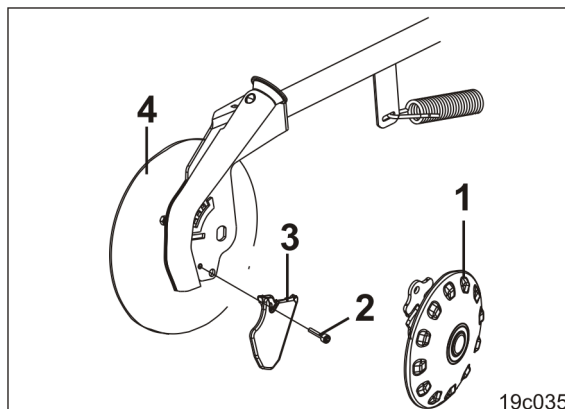

Рис. 119
1. Снимите пластиковый диск (Рис. 119/1) (см. гл. "Регулировка пластиковых дисков RoTeC", на стр. 98).
2. Открутите винт с цилиндрической головкой (Рис. 119/2) (момент затяжки винта 30-35 Нм).
3. Замените изношенный наконечник (Рис. 119/3) и установите новый в обратной последовательности.
Наконечник (Рис. 119/3) не должен выходить за край высевного диска (Рис. 119/4). При необходимости замените высевной диск.